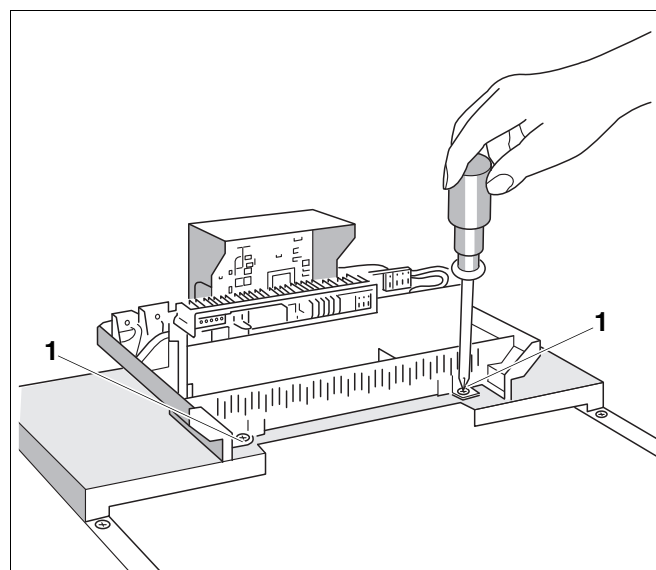

Рис. 11 Крепление системы управления Logamatic 2000
- Закрепить систему управления двумя винтами сзади справа и слева в кабельном проходе (Рис. 11, **поз. 1**) к передней крышке котла (Рис. 11).